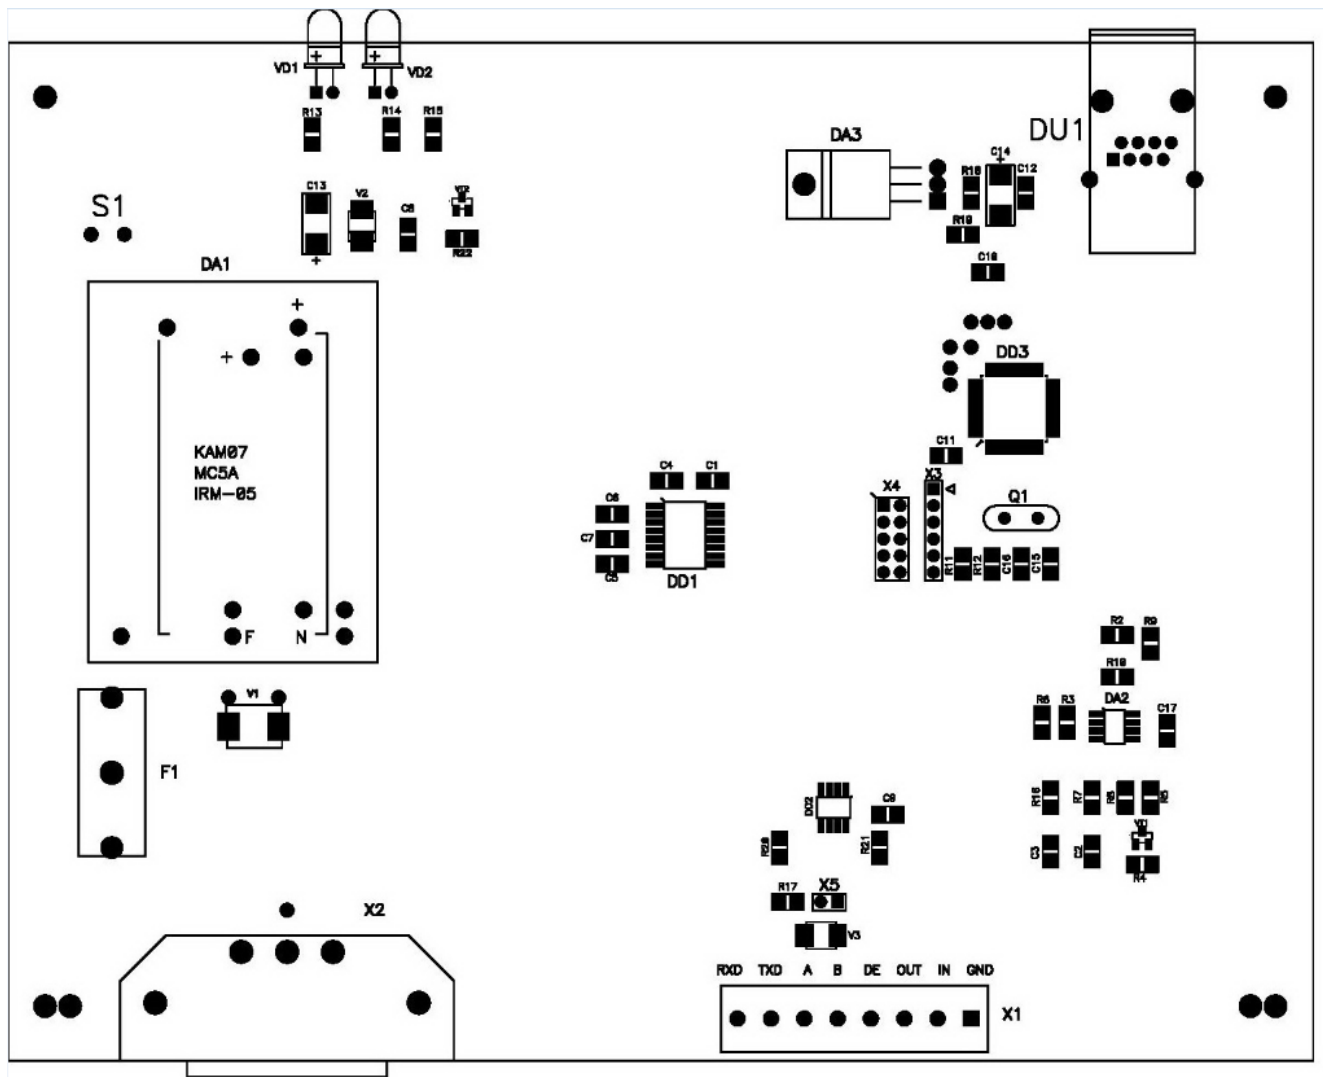

Рис.2
7.4. Внешний вид печатной платы БРОСТ показан на рис.2. (В скобках указаны номера элементов для варианта исполнения печатной платы выпуском до ноября 2015 года).
8.4. Устройство БРОСТ обеспечивает защитное преобразование трафика в локальной сети с использованием алгоритма AES. Для включения данного режима настройках драйвера БРОСТ в программе Конфигуратор АРМ энергодиспетчера «Контакт» должна быть установлена опция «Шифровать передачу данных». Для того чтобы отключить шифрование установите переключатель между выводами 9 и 10, на разъеме ХЗ (XF2) платы БРОСТ (см. рис.2.) и измените соответствующую опцию драйвера в программе Конфигуратор АРМ энергодиспетчера «Контакт».